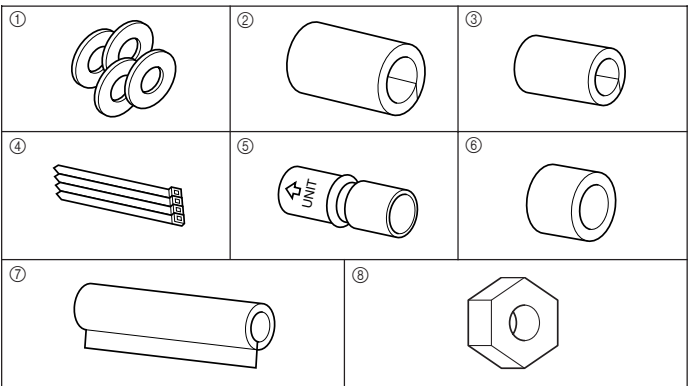

Fig. 3-1
3.1. Zubehrteile der Innenanlage prfen (Fig. 3-1)